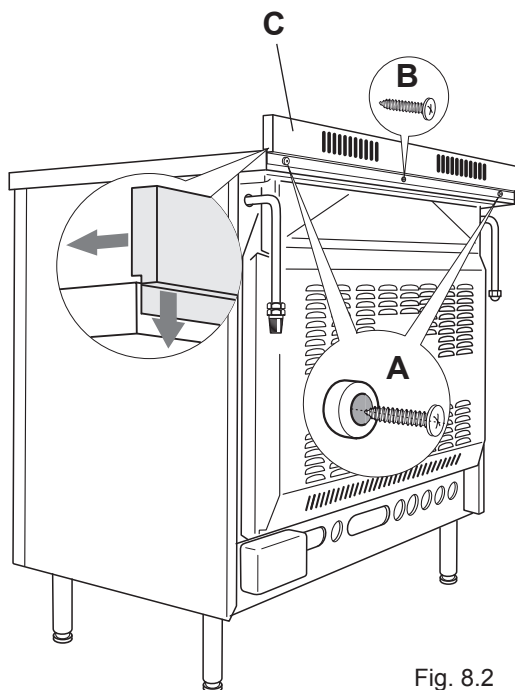

Fig. 8.2
Avant d'installer la cuisinière, assembler la protection arrière "C" (fig. 8.2).
- Enlever les entretoises "A" (fig. 8.2) en dévissant la vis de fixation.